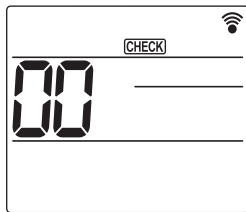

Fig. 6-7
- Pulse el botón **[MENU]** durante 5 segundos. (Fig. 6-7)